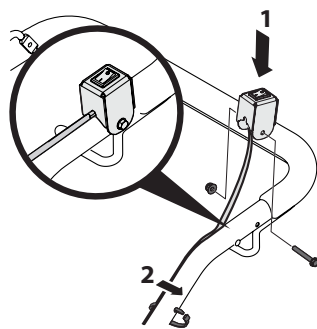

Figura 7
- Instale el interruptor de ENCENDIDO/APAGADO del control de parada de emergencia en el lado izquierdo de la barra de control con el perno hexagonal N.º 10-32 : 1.50 y la tuerca de seguridad con brida 10-32. Consulte 1 en la Figura 7.
- Finalmente, asegure el cable cerca de la parte inferior de la barra de control con pasando un cable en forma de lazo a través del orificio ubicado al lado de la etiqueta de instrucciones de la barra de control izquierda. Consulte el punto 2 de la Figura 7.